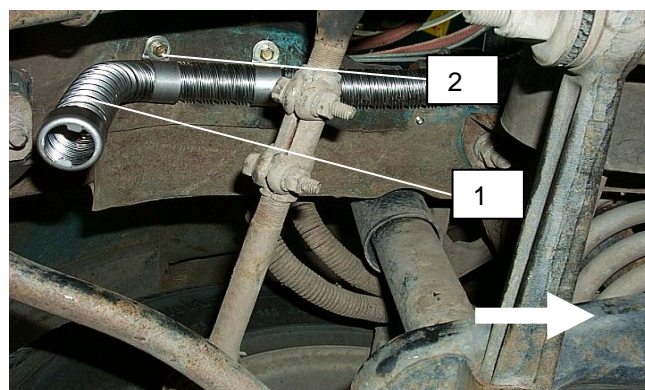

Рис.5
- проложить выпускной трубопровод (1/5) от отопителя к днищу как показано на **рис. 5**